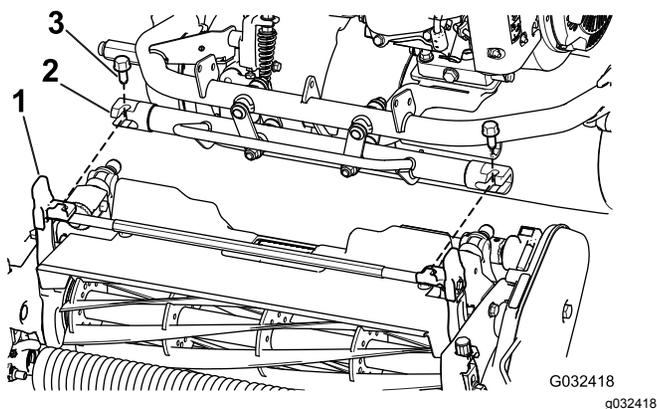

图7
4. 向前推动机架直至其与滚刀组旋转臂完全接合图7。
5. 使用 2 个螺栓  $\frac{3}{8}$  x  $\frac{3}{4}$  英寸将机架固定到滚刀组旋转臂上图7。